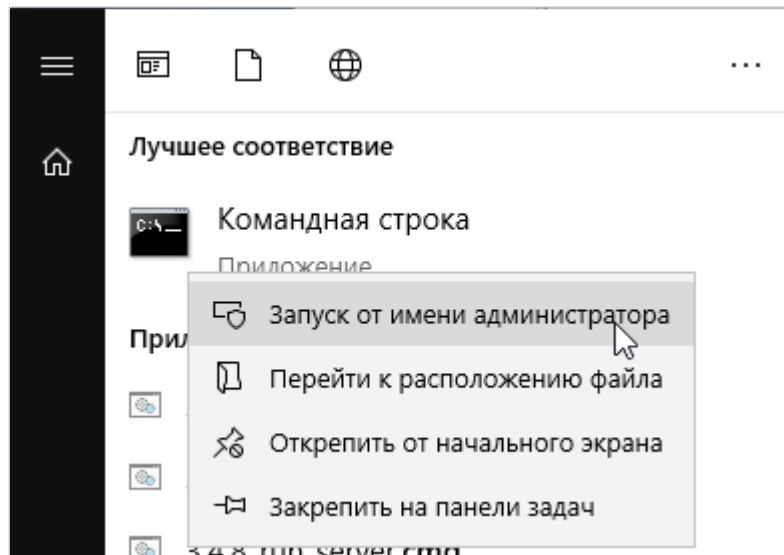

Рисунок 21. Запуск командной строки
- а) запустить командную строку с правами администратора (см. рисунок 21);